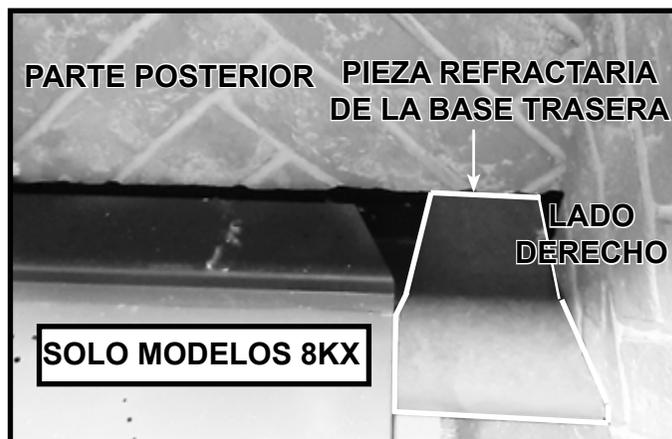

Figura 11.7 Solo modelos 8KX: Pieza refractaria de base trasera instalada (Se muestra el lado derecho)
- Solo modelos de 42 pulgadas (1066.8 mm):** Coloque las piezas refractarias de la base trasera en los lados izquierdo y derecho en la parte trasera de la cámara de combustión. Empuje hacia atrás y hacia el lado de la cámara de combustión como se muestra en la Figura 11.7. La pieza refractaria de la base debe hacer contacto con el panel refractario lateral y posterior.